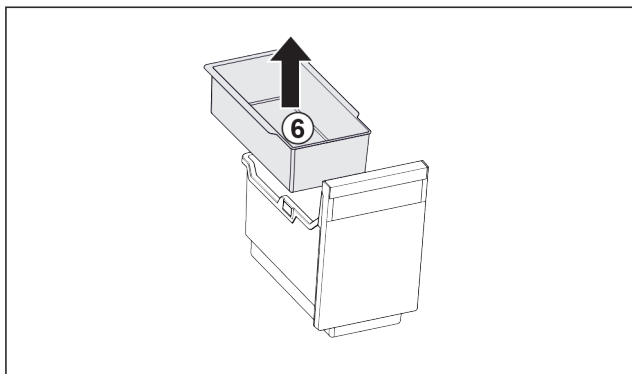

Fig. 29
- Retirer le Fig. 29 (6) balconnet pour glaçons.